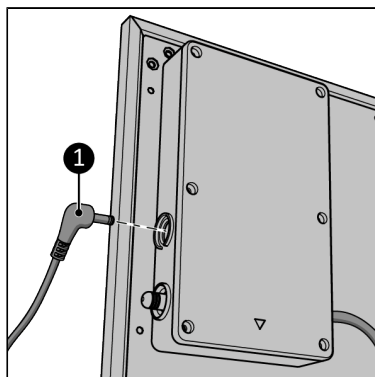

Figure 85.
2. Connectez le connecteur du capteur de température externe (Figure 85, pos. 1) à la fiche du capteur.